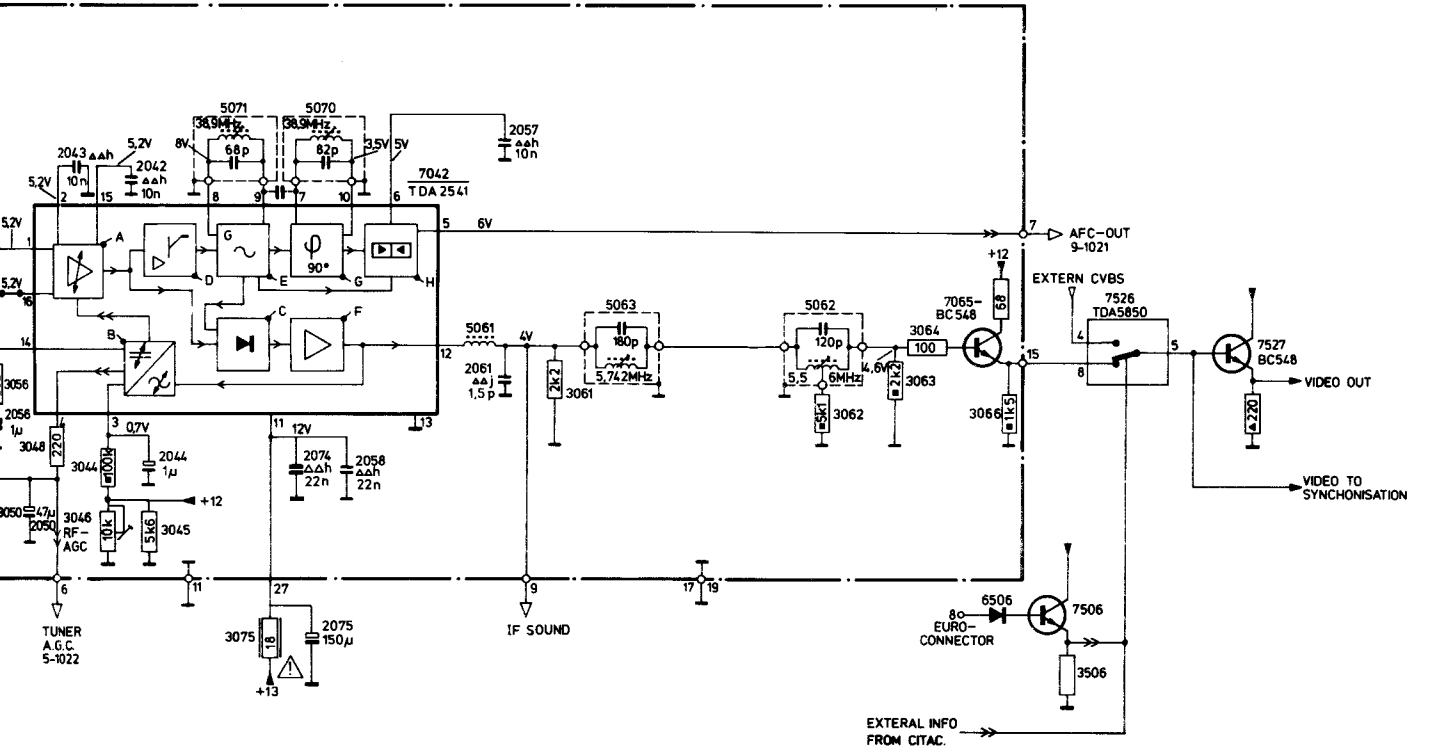

Fig. 4-1
In Bild 4.1 ist die ZF-Einheit enthalten. Das ZF-Signal von dem Kanalwähler wird über die Anschlüsse 1 und 2 dem SAW-Filter (SAW = akustische Oberflächenwellen) Position 1042 zugeführt.
4.5 Umschaltung zwischen Video intern und extern (siehe Bild 4.1)